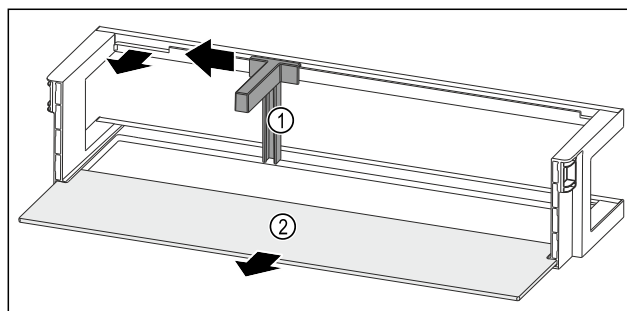

Fig. 82 Dørhylle med flaskeholder og oppstillingsplass
- Skyv flaskeholderen Fig. 82 (1) frem til fordypringen til side.
- Fjern flaskeholderen Fig. 82 (1).
- Fjern oppstillingsplassen Fig. 82 (2).